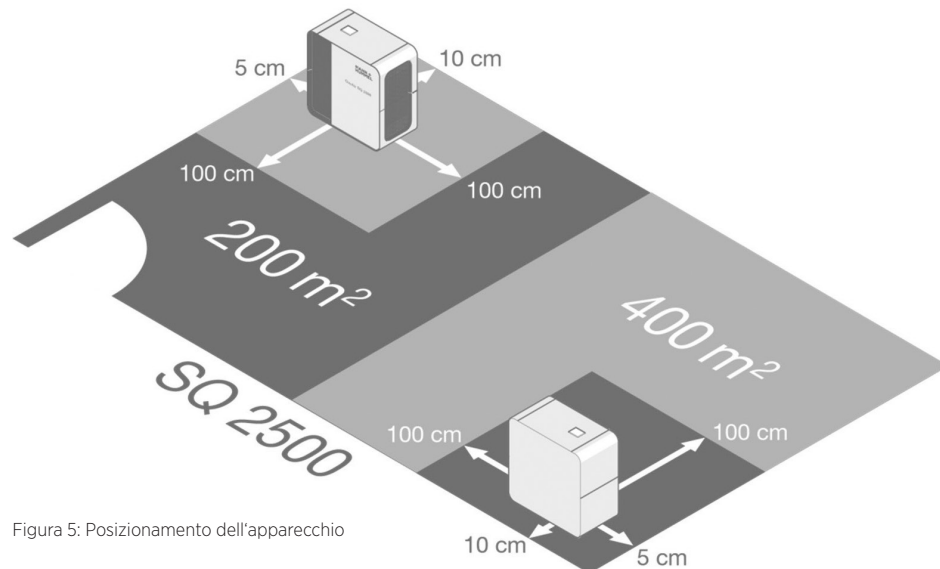

Figura 5: Posizionamento dell'apparecchio
- Mantenere una distanza ottimale tra pareti e oggetti, come specificato nella Figura 5.